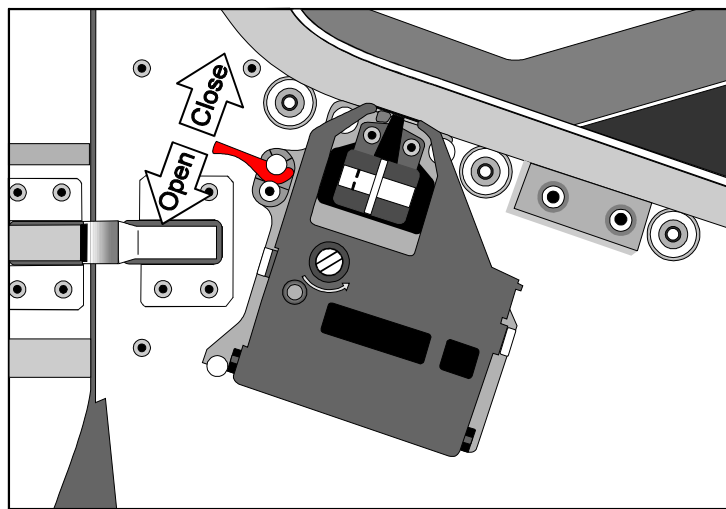

Figure 17
- Figure 17) pour libérer le module imprimante.
- Figure 17).